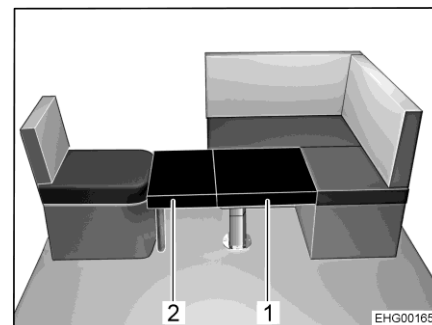

Bild 111 Efter ombyggnaden
L-sittgruppen kan byggas om till en extrasäng tillsammans med enkelsätet till sidan och det skjutbara lyftbordet. För att skapa sängytan behövs två extra dynor. En av extra dynorna (Bild 111,2) har ett utfällbart fotstöd och en hållvinkel. Den andra extra dynan (Bild 111,1) läggs på bordsskivan.
- Fäll ihop fotstödet på den lilla extra dynan (Bild 111,2).
- Haka fast extra dynans hållvinkel (Bild 111,2) i enkelsätet och placera extradynan på bordsskivan.
- Placera den andra extra dynan (Bild 111,1) på bordsskivan.